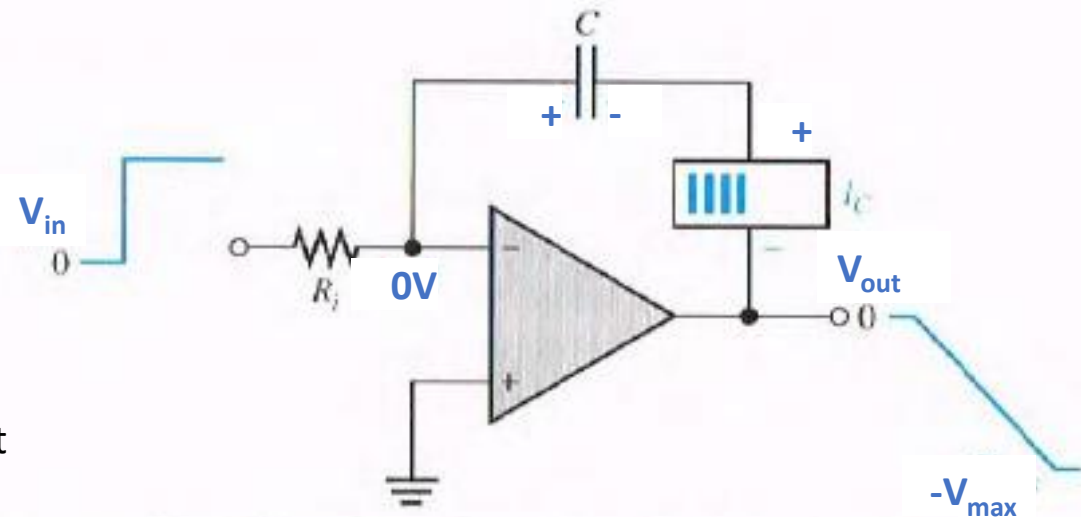

FIGURE 8-27 A constant input voltage produces a ramp on the output of the integrator.
- Als de V_{in} wordt aangehouden, zal V_{out} blijven dalen tot de opamp zijn maximale negatieve (saturatie)spanning $-V_{max}$ heeft bereikt. (zie fig. 8-27)